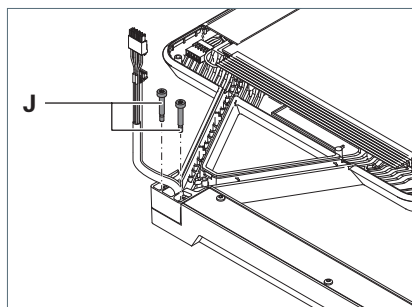

Fig. 13: Fissare la testa dell'apparecchio.
2. Serrare le due viti di regolazione **J** fino a quando le teste delle viti sono a filo dell'adattatore, vedere Fig. 13.